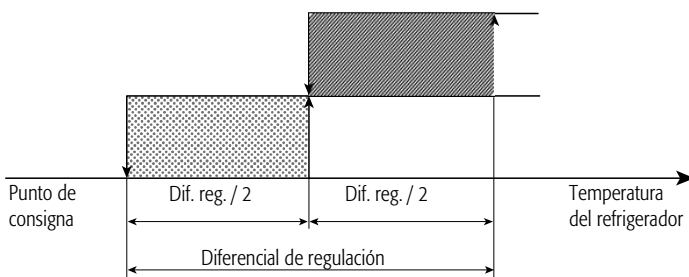

Fig. 4.4 Regulación de la temperatura con segunda fase.
- Si por su parte no ha sido seleccionado el modo de trabajo en paralelo, entonces la regulación de la temperatura sigue el esquema de la fig. 4.4; el diferencial para cada fase es la mitad del diferencial de regulación mientras que el punto de consigna para la segunda fase es igual al punto de consigna de la regulación sumado a la mitad del diferencial de regulación.